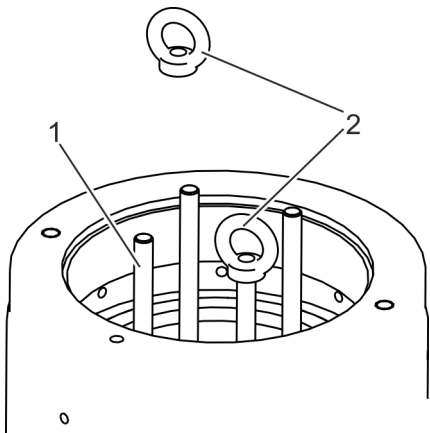

Fig. 12: Élingage du couvercle de fermeture avec les écrous à anneau
8. ➤ Visser les écrous à anneau (Fig. 12/2) fournis sur les goujons filetés (Fig. 12/1) du couvercle de fermeture.
9. ➤ S'assurer que le filetage des écrous à anneau (Fig. 12/2) est complètement vissé sur les goujons filetés (Fig. 12/1).
10. ➤ Élinguer les écrous à anneau (Fig. 12/2) à l'engin de levage avec des élingues appropriées.